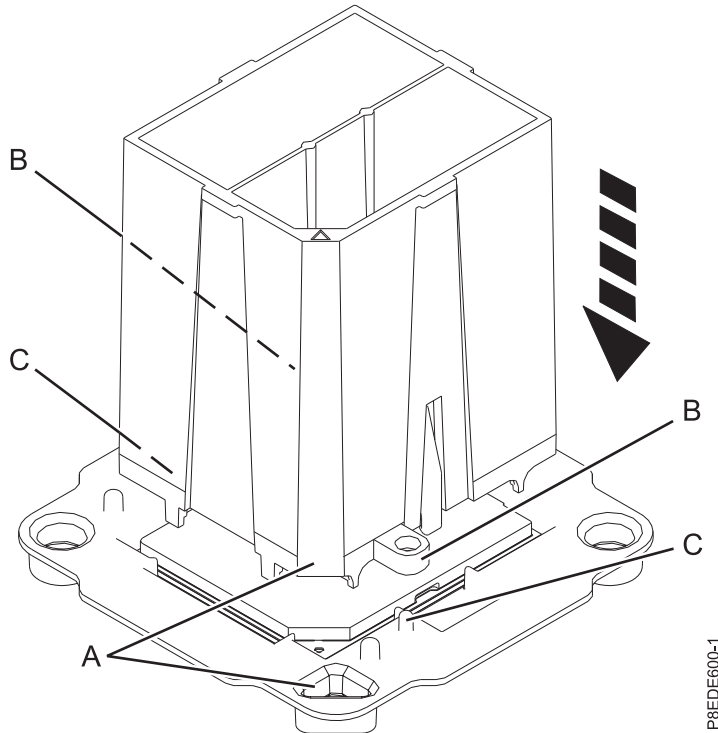

Figura 12. Cómo bajar la herramienta de extracción en el módulo del procesador del sistema
3. Baje la herramienta de extracción suministrada hasta el módulo de procesador del sistema en la bandeja de envío. La esquina biselada (**A**) de la herramienta debe alinearse con el orificio triangular de la bandeja de envío. Alinee los orificios (**B**) de la herramienta con los pivotes (**C**) de la bandeja. Consulte la Figura 12 en la página 14.